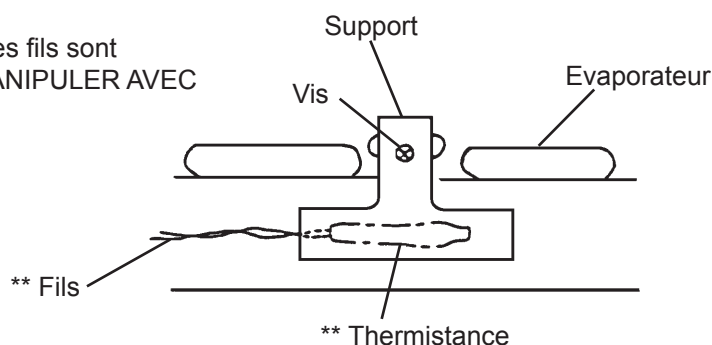

Fig. 22
- 5) Installer la nouvelle thermistance en procédant dans l'ordre inverse des opérations de dépose, en utilisant une pâte thermique (type à haute conductibilité thermique). Voir Fig. 22.